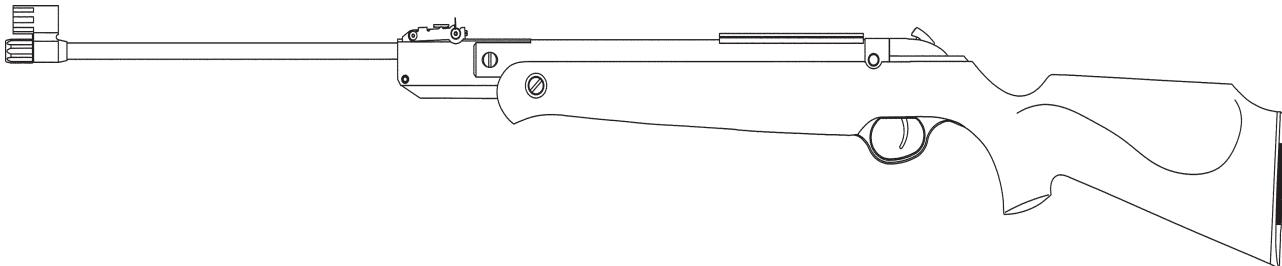

Рисунок 1 – Внешний вид винтовок МР-513М, МР-515, МР-515С
1.1.1 Винтовка пневматическая охотничья MP-513M (рисунок 1) предназначена для охоты на мелких животных и птиц с применением пуль для пневматического оружия калибра 4,5 мм, калибра 5,5 мм (“Finale Match”, “SUPERPOINT” соответственно, или любых других пуль для пневматического оружия, не уступающих им по техническим характеристикам) при температуре окружающей среды от 253 К (минус 20 °C) до 323 К (плюс 50 °C).
1.1.2 Винтовка пневматическая спортивная MP-515 и винтовка пневматическая MP-515C (рисунок 1) предназначены для занятий спортом и первоначального обучения стрельбе на дистанции 10 м с применением пуль для пневматического оружия калибра 4,5 мм, калибра 5,5 мм (“Finale